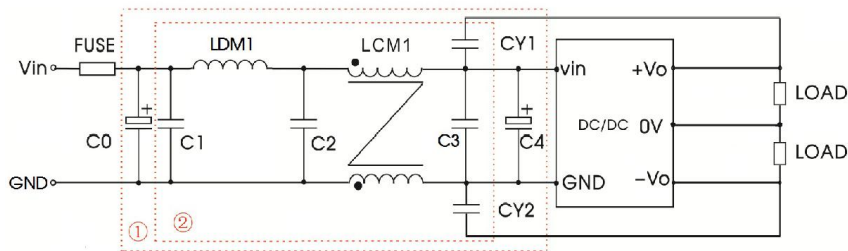

图 3
注：图 3 中第①部分用于 EMC 测试；第②部分用于 EMI 滤波，可依据需求选择。